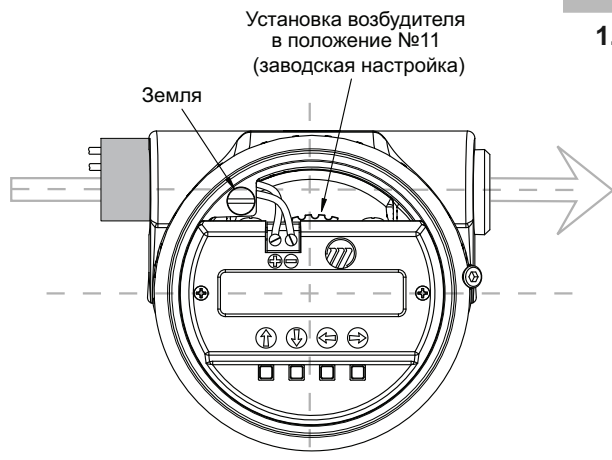
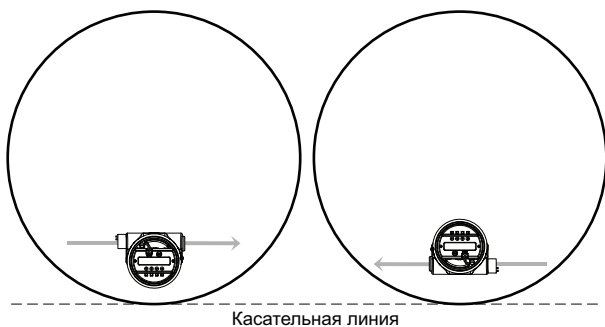

Рисунок 2
Рисунок 3
4. Отрегулировать положение измерительного луча путем вращения внутреннего регулятора излучателя радиоволн (рисунок 2). Внутренний регулятор излучателя радиоволн имеет метки с номерами 1–18, что эквивалентно углу поворота на 10–180 градусов; средняя точка имеет номер 9. Направление поляризации параллельно индикатору датчика при установке механизма регулятора в положение №11 (заводская установка). Каждый номер регулятора соответствует углу поворота 10 градусов. После установки положения индикатора уровнемера излучатель радиоволн необходимо отрегулировать так, чтобы направление поляризации было параллельно линии, расположенной по касательной к ближайшей стенке резервуара (рисунок 3). Не следует производить оптимизацию интенсивности отраженного сигнала по одному уровню технологической среды в резервуаре.